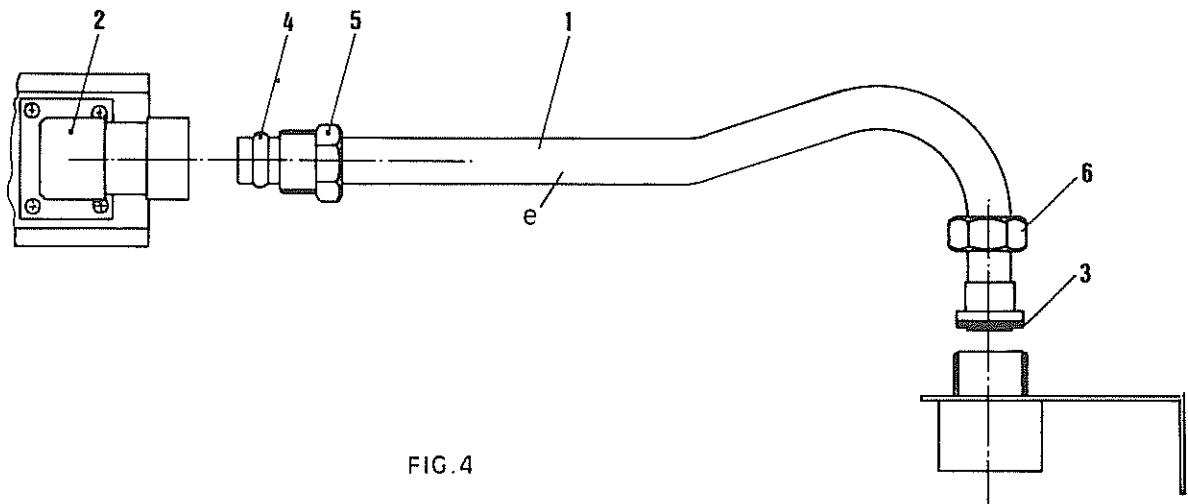
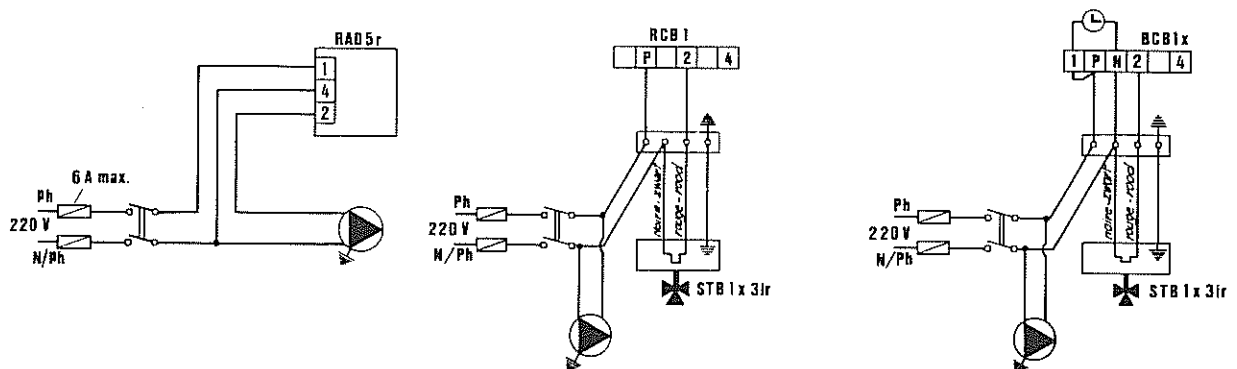
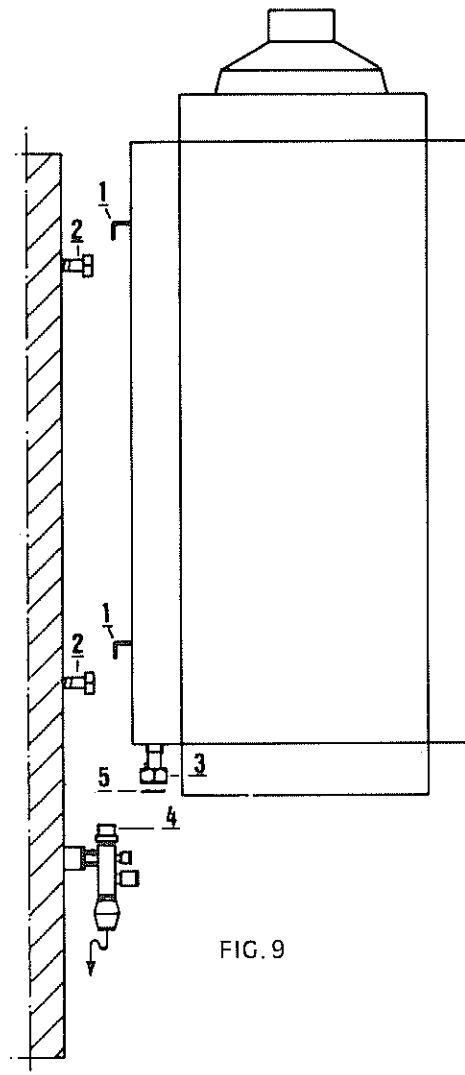

FIG. 4
FIG. 5
FIG. 9
e) mise en place de la ligne gaz (fig. 4) :
- mise à longueur du tube cuivré (1) et l'introduire dans le raccord (2) de la vanne gaz (ne pas oublier de débavurer le tube)
- avant de le fixer au gabarit de montage, faire l'étanchéité entre (2) et (1) avec le raccord biconcave (4) et l'écrou (5)
- serrer l'écrou (6) sur le gabarit de montage et ne pas oublier la mise en place du joint (3).
e) plaatsen van de gasleiding (fig. 4) :
- de kopere buis (1) op lengte brengen en in aansluituk (2) van gasklep steken (de bramen aan de buis niet vergeten te verwijderen)
- vooraleer de aansluiting aan de montage mal te maken, de dichting maken tussen (2) en (1) met de dichtingsring (4) en de moer (5)
- de moer (6) op montage mal vastschroeven, maar dichtingsring (3) niet vergeten.
f) raccordement électrique du circulateur (fig. 5).
f) elektrische aansluiting van de circulator (fig. 5).
c) mise en place de la chaudière (fig. 9)
- dégager les pattes de fixation (1) de l'emballage
- laisser la chaudière entièrement emballée et poser les pattes de fixation (1) sur les têtes des tire-fonds (2)
- déballer la chaudière et serre les tire-fonds (2)
- fixer les flexibles (3) aux raccords (4). Attention, ne pas oublier d'intercaler les joints (5).
d) mise en place de la ligne gaz suivant fig. 4.
e) raccordement électrique du circulateur suivant la fig. 5.
c) ophanging van de ketel (fig. 9)
- de vasthechtingsbeugels (1) vrijmaken
- de ketel geheel verpakt laten en de vasthechtingsbeugels over de koppen van de schroefbouten (2) plaatsen
- de verpakking van de ketel verwijderen en de schroefbouten (2) aanspannen
- de buigzame leidingen (3) aan de aansluitstukken (4) vastmaken. Opgepast, de dichtingsringen (5) ertussen niet vergeten.
e) elektrische aansluiting van de circulator volgens fig. 5.